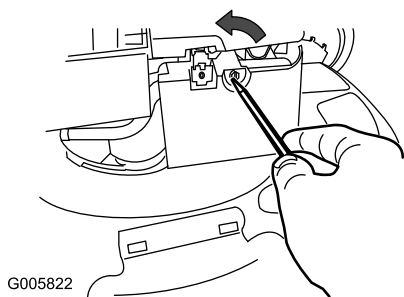

Figura 22
1. Utilice un destornillador para abrir la tapa del filtro de aire (Figura 22).